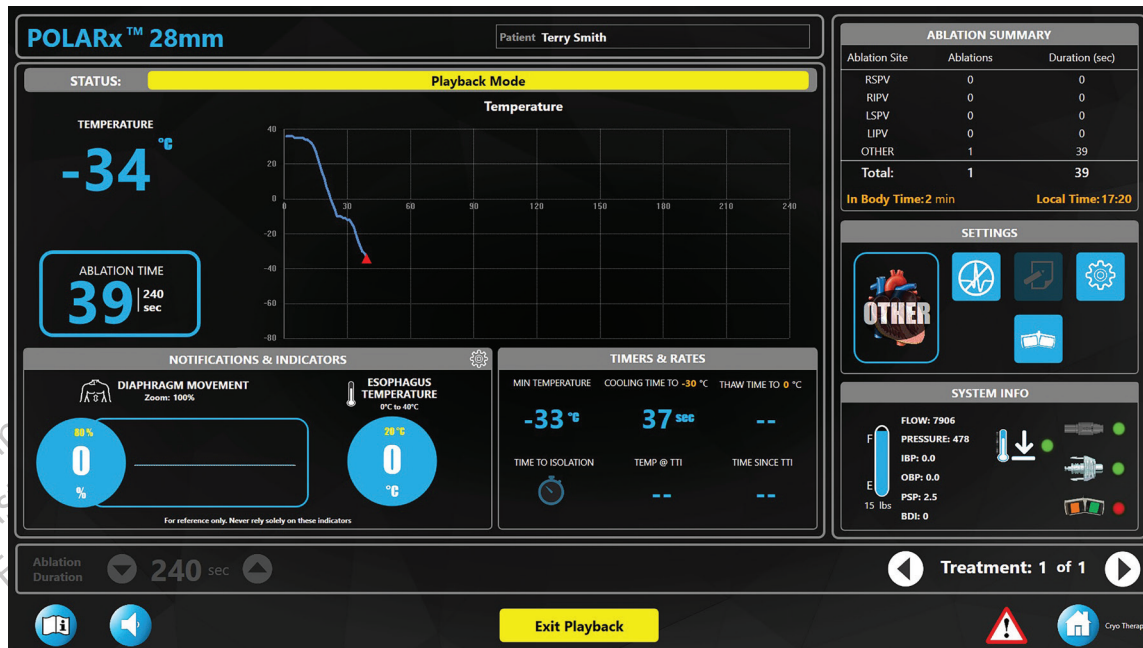
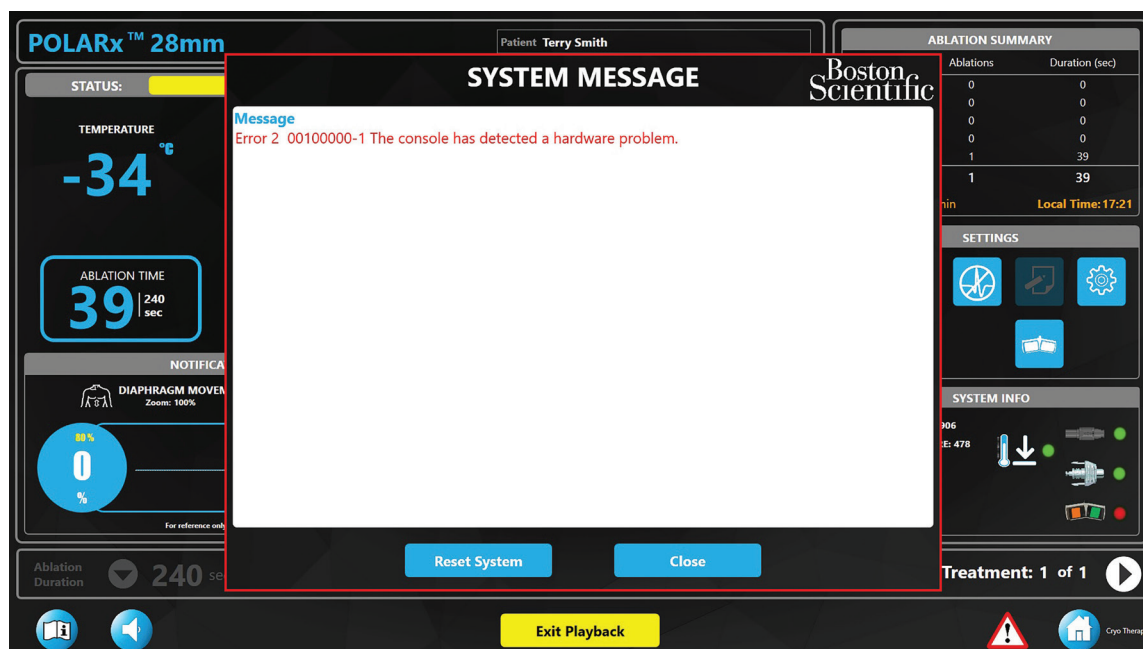

Figura 20. Errore di riproduzione
Figura 21. Finestra dei messaggi di sistema
- Premere il triangolo rosso nella parte inferiore della schermata per aprire la finestra dei messaggi di sistema (fare riferimento alla Figura 20 e alla Figura 21).